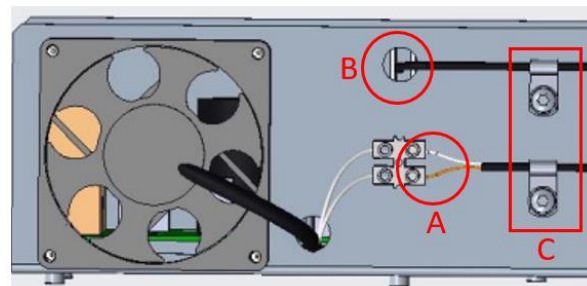

Fig.2.6
12. Conecte los cables de alimentación del ventilador en la regleta del nuevo variador (Fig. 2.6/A).
13. Pase el cable de comunicación por dentro del taladro **B** (Fig. 2.6).
14. Fije los cables utilizando las bridas **C** (Fig. 2.6).